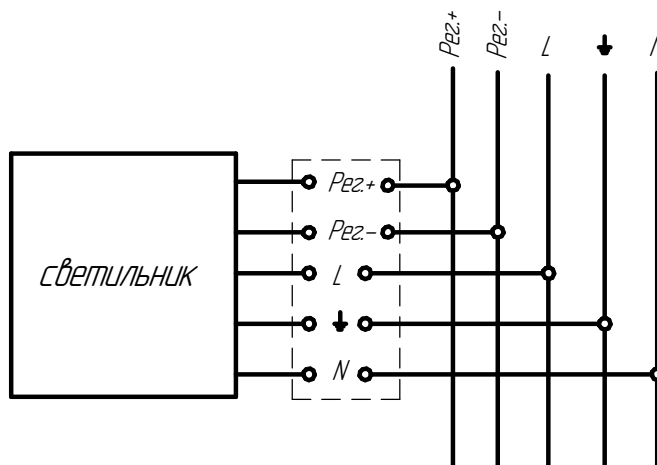

Рисунок 5 - Схема подключения светильника с управлением к сети
5.6 Подключения светильника с функцией управления производить согласно схеме (см. рисунок 5), провода управления подключаются строго с соблюдением полярности, указанной в маркировке.